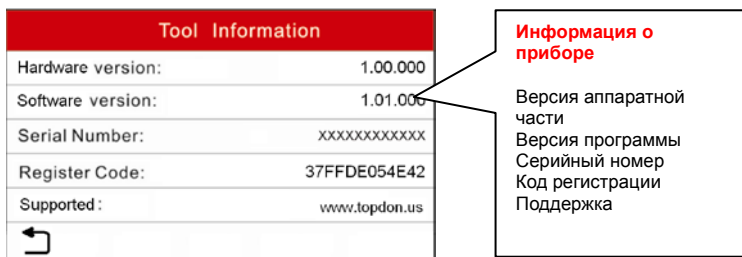

Рис. 6-2
**Замечание:** настоятельно рекомендуется записать серийный номер и код регистрации, указанные в окне на рис. 6-2, так как эти данные потребуются при регистрации Вашего прибора CReader 501/601.